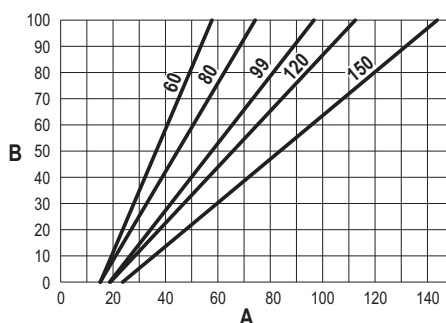

fig. 74
- Premere i **tasti contestuali 1 e 2** per aumentare o diminuire la portata termica (minima = 00 - Massima = 100). Vedi diagramma “Regolazione Portata Termica” (fig. 74).